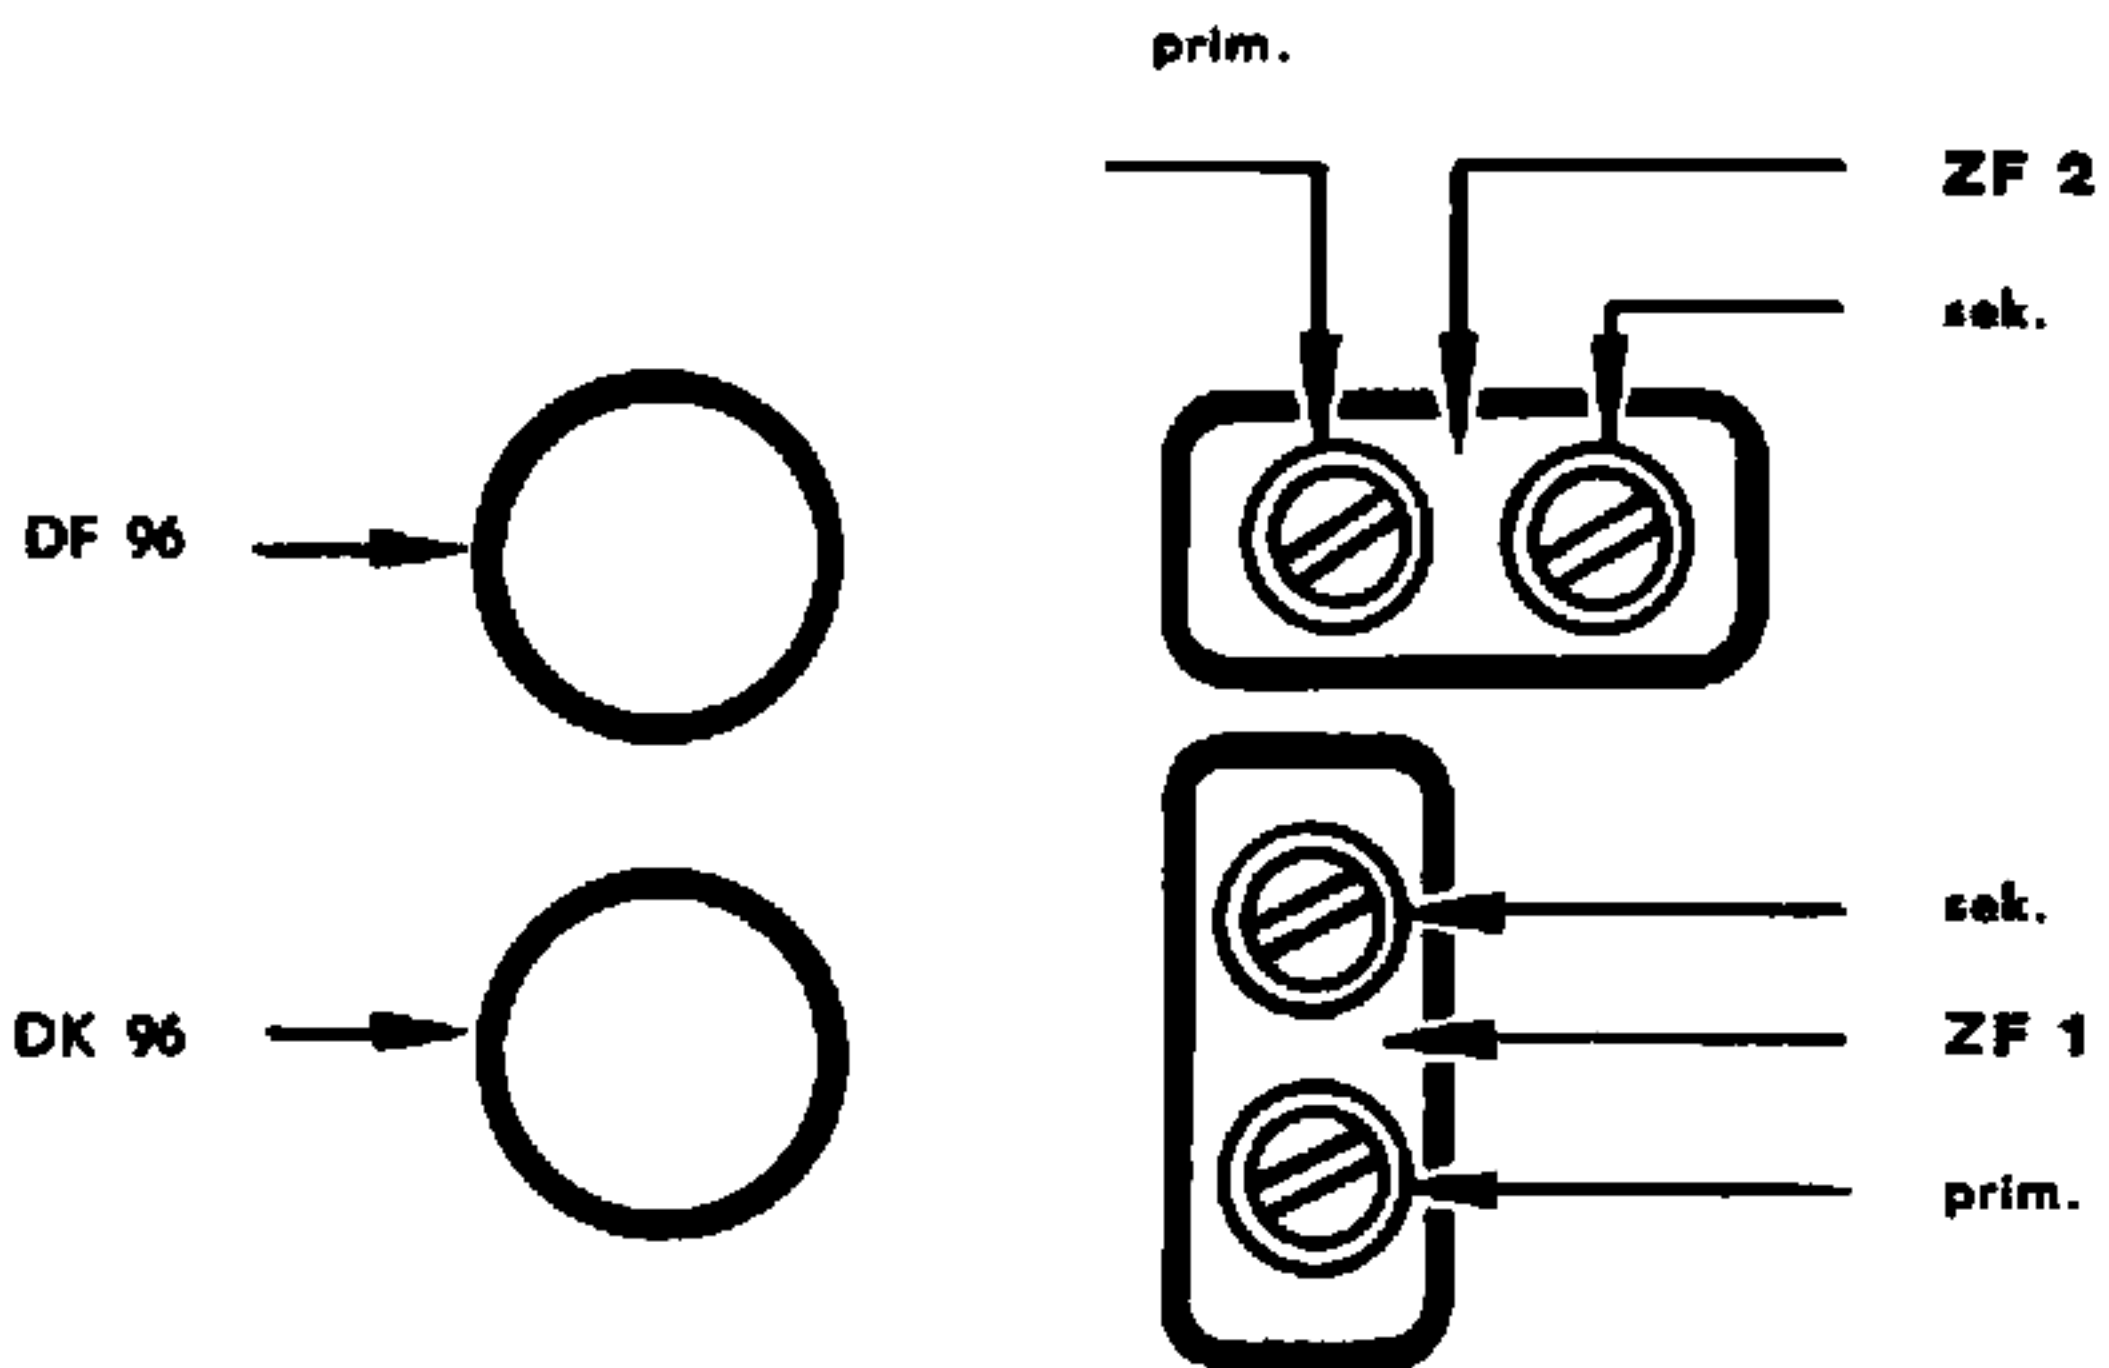

Abb. 3
1. **ZF-Abgleich:** Frequenz normal 459 kHz; 468 kHz, wenn diese Frequenz am ZF-Filter 2 aufgestempelt ist. (Abb. 3)